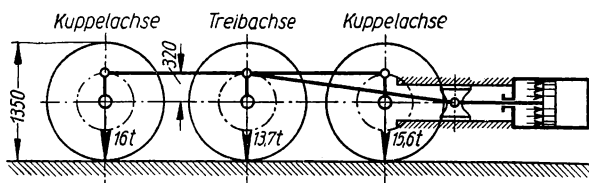

Bild 227
**352.** Eine Güterzug-Lokomotive übt mit ihren drei Achsen (Bild 227) die senkrechten Drücke 16, 13,7 und 15,6 t auf die Schienen aus. Der Kolbendurchmesser ist 450 mm, der Kolbenhub 640 mm gleich Kurbelkreisdurchmesser; der Dampfdruck 12 at, der Raddurchmesser 1350 mm. Die Kolbenkraft wird durch die Schubstange auf die Kurbel der mittleren Treibachse übertragen, von dort